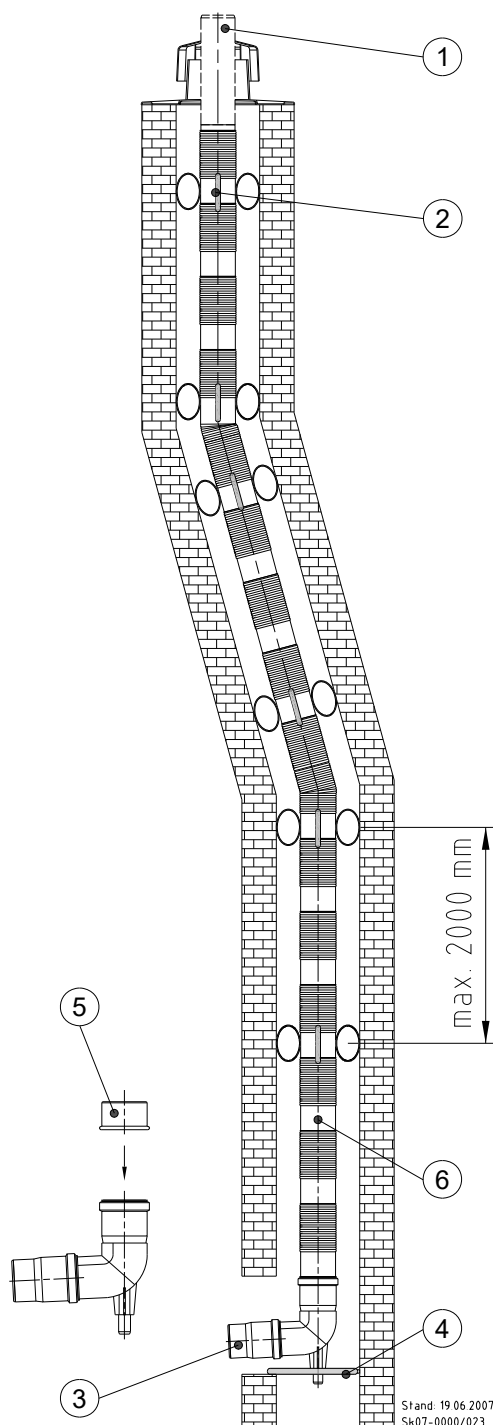
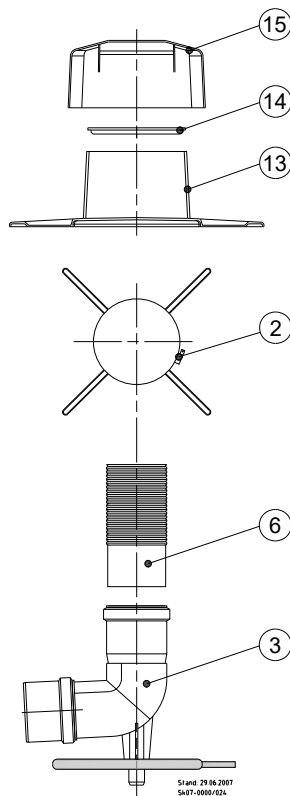

Abb. 63: Kaminsystem, flexibel
Abb. 65: Detail-Zeichnung Befestigung Schachtabdeckung
Legende zu Abb. 63:
- ➔ Säubern und entgraten Sie das Einsteckende des Abgasrohres ⑥ (s. Abb. 63).
- ➔ Reiben Sie das Einsteckende des Abgasrohres ⑥ mit säurefreiem Gleitmittel ein.
- ➔ Stecken Sie das sichtbare glatte Ende des Abgasrohres ⑥ in den auf dem Auflager sitzenden Stützbogen ③.
Legende zu Abb. 65:
②	Abstandhalter
③	Stützbogen mit Auflager
⑥	Flexibles Abgasrohr
⑬	Unterteil der Schachtabdeckung
⑭	Flexrohrklemme
⑮	Abdeckhaube
- ➔ Schieben Sie als erstes das Unterteil der Schachtabdeckung ⑬ (s. Abb. 65) über das Leitungsende Abgasrohr ① (s. Abb. 63).
- ➔ Spreizen Sie die Flexrohrklemme ⑭ auf.
- ➔ Schieben Sie die aufgespreizte Flexrohrklemme über das Leitungsende bis zum Unterteil der Schachtabdeckung ⑬.